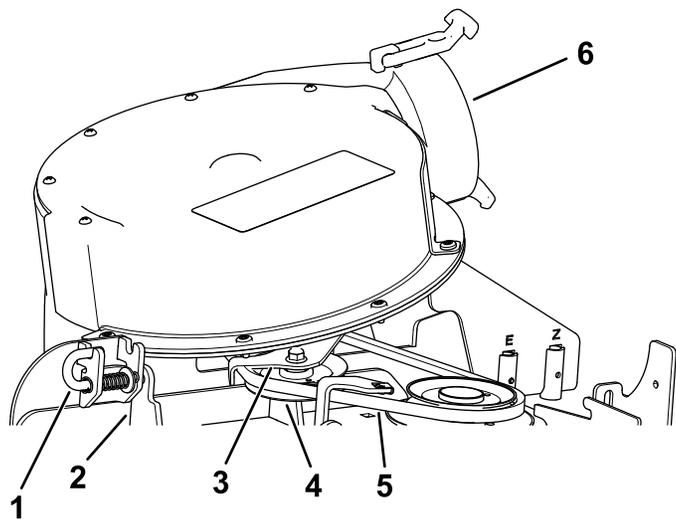

Figura 42
4. Mueva el pestillo de la posición de bloqueo a la posición de abierto (Figura 42).
5. Cierre el conjunto del soplador y alinee el pestillo con el taladro del soporte del conducto (Figura 42).